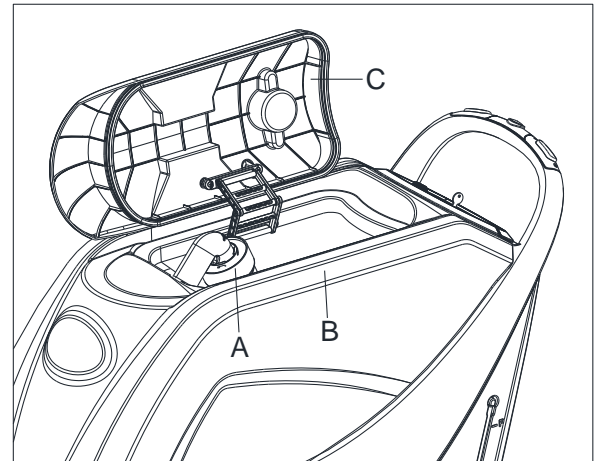

Figura 11
Mientras que la luz de aviso verde (A, Figura 11) está iluminada, las baterías permiten que la máquina funcione normalmente. Cuando la luz de aviso verde (A) se apaga y se ilumina la luz de aviso amarilla (B), es aconsejable cargar las baterías ya que la carga restante durará unos pocos minutos (dependiendo de las características de la batería y el trabajo a realizar). Cuando se ilumina la luz de aviso roja (C), las baterías están completamente descargadas. Pasados algunos segundos, el portacepillos/porta-discos se apaga automáticamente, mientras que el sistema de aspiración y el sistema de accionamiento (solo para máquinas con tracción) siguen funcionando, para concluir el secado del suelo y conducir la máquina a la zona de carga designada.
Un sistema de cierre del flotador automático (A, Figura 11) bloquea el sistema de aspiración cuando el depósito de agua sucia (B) está lleno. La desactivación del sistema de aspiración se indica mediante un aumento repentino en la frecuencia de ruido del motor del sistema de aspiración, y también el suelo no se seca.
Si el sistema de aspiración se apaga accidentalmente (por ejemplo, cuando el flotador se activa debido a un movimiento brusco de la máquina), para reanudar la operación: apague el sistema de aspiración pulsando el interruptor (D, Figura 10), a continuación, abra la tapa (C, Figura 11) y compruebe que el flotador dentro de la rejilla (a) ha bajado al nivel del agua. Luego cierre la tapa (c) y ponga en marcha el sistema de aspiración pulsando el interruptor (D, Figura 10).
Cuando el depósito de agua sucia (B, Figura 11) está lleno, vacíelo de acuerdo con el siguiente procedimiento.
5. Vacíe el depósito de agua sucia usando la manguera (I, Figura 10). A continuación, enjuague el depósito (B, Figura 11) con agua limpia.